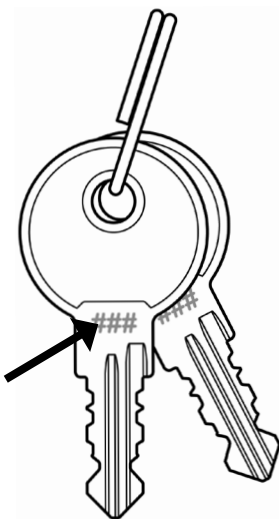
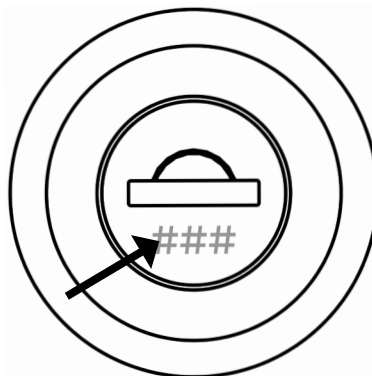

Figura 8: código en las llaves nuevas
Figura 9: código en la cerradura nueva
- Tenga en cuenta el código grabado con láser** en la cara de sus llaves (Figura 8) y su cerradura nuevas (Figura 9). Utilice este código si necesita volver a pedir las llaves. También puede hacer copias de su llave.